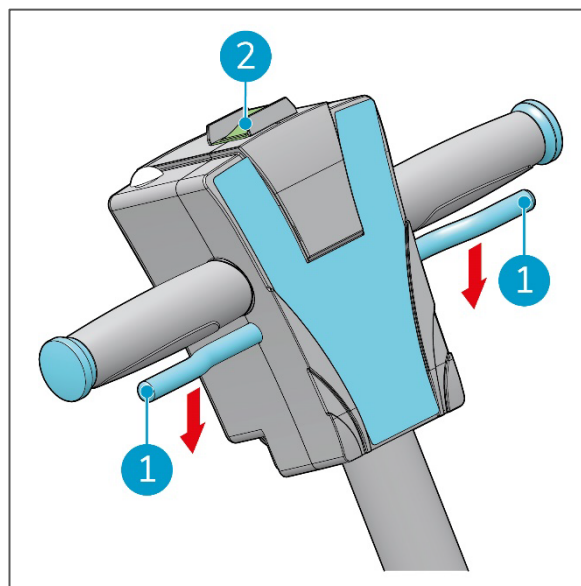

Figure 24
1. Relâchez la gâchette (Figure 24, POS 1) pour arrêter automatiquement l'i-scrub.
2. Appuyez sur l'interrupteur marche/arrêt pour couper l'alimentation (Figure 24, POS 2).